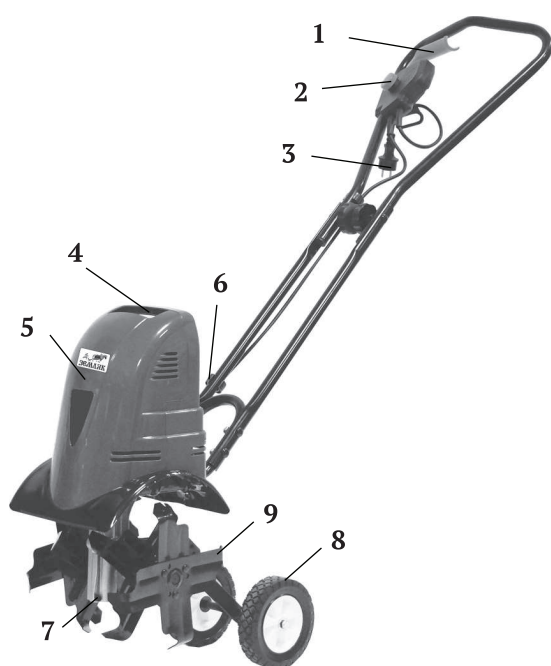

рис. 1
4.1 Общий вид культиватора представлен на рис. 1
- Запуск фрез культиватора происходит с помощью нажатия кнопки блокировки от непроизвольного запуска (рис.1 поз.2), а затем рычага (рис. 1 поз.1).
- Для выключения движения фрез необходимо отпустить рычаг (рис. 1 поз.1).